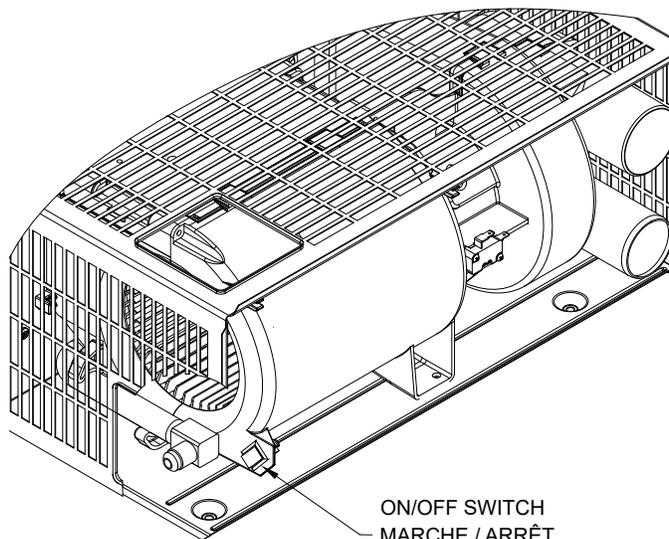
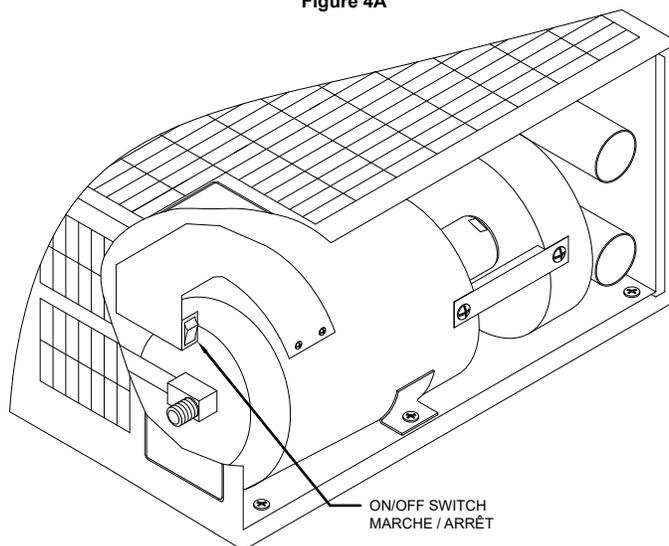

Figure 4A
Figure 4B
NOTE: This furnace is equipped with a valve shut-off switch. With switch in "OFF" position, gas will not flow to burner nor will the furnace operate. SF SERIES Models, see Figure 4A. SH Series models, see Figure 4B.
5. Ouvrir le robinet d'arrêt manuel (si équipé) ou la valve au niveau du réservoir de propane à l'extérieur. Les bonnes caractéristiques de fonctionnement dépendent de la position de la vanne complètement ouverte. Ne jamais essayer de fonctionner avec une vanne partiellement fermée. REMARQUE: Cette fournaise est équipée d'un interrupteur d'arrêt de vanne. Si la fournaise est démarrée avec l'interrupteur d'arrêt en position «OFF», le moteur de la fournaise fonctionnera pendant 30 secondes, puis s'éteindra. Pendant cette séquence, aucun gaz ne circulera dans le brûleur et la chaudière sera verrouillée, ce qui obligera l'utilisateur à éteindre le thermostat ou l'alimentation de l'unité pour réinitialiser la fournaise. Assurez-vous que l'interrupteur d'arrêt est en position «ON» pour un fonctionnement correct. NOTE: Ce four est équipé d'un interrupteur d'arrêt de la vanne. Lorsque l'interrupteur est en position «OFF», le gaz ne s'écoule pas vers le brûleur et la fournaise ne fonctionne pas plus. Modèles SF SERIES, voir la figure 4A. Modèles de la série SH, voir la figure 4B.
9. Après trois (3) tentatives sans succès, exécuter les instructions d'arrêt de l'appareil, et contacter le concessionnaire, ou un établissement local de service après-vente. Ne pas tenter de commander l'allumage de la flamme en contraignant l'appareil au moyen du thermostat. NOTE: Si l'appareil serait bloqué le ventilateur s'arrêtera dans 5 minutes et restera dans la position «arrêt» jusqu'à ce que l'appareil est réallumé par la réactivation du thermostat.